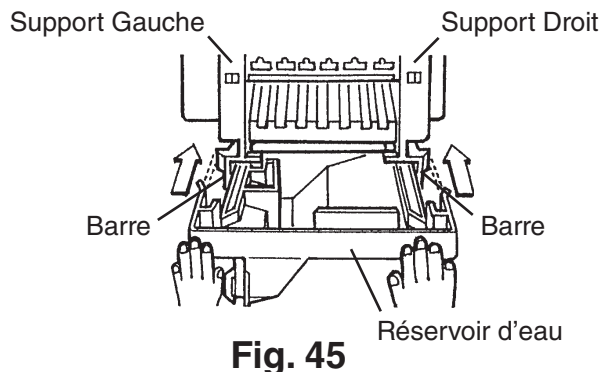

Fig. 45
14. Faites glisser le réservoir d'eau le long des barres au bas des supports gauche et droit jusqu'à ce qu'il se verrouille en place. Voir Fig. 45.